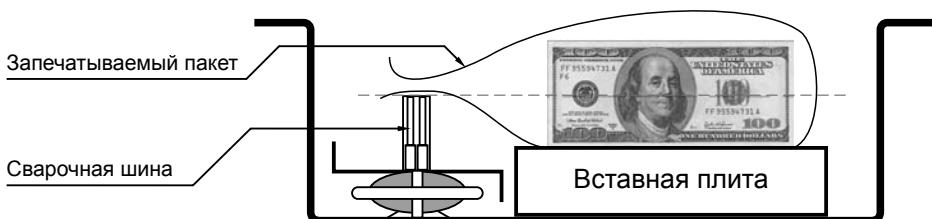

Рисунок 5 Порядок укладки пачки в машину.
- При необходимости, установите в рабочую камеру дополнительную плиту ⑩.
- Уложите полиэтиленовый пакет (сложенными в него банкнотами) в рабочую камеру, так, чтобы запаиваемая сторона пакета лежала на нагревательном элементе ⑦ (см. Рис. 3), выступая за него примерно на **1 см**. (см. Рис. 5);